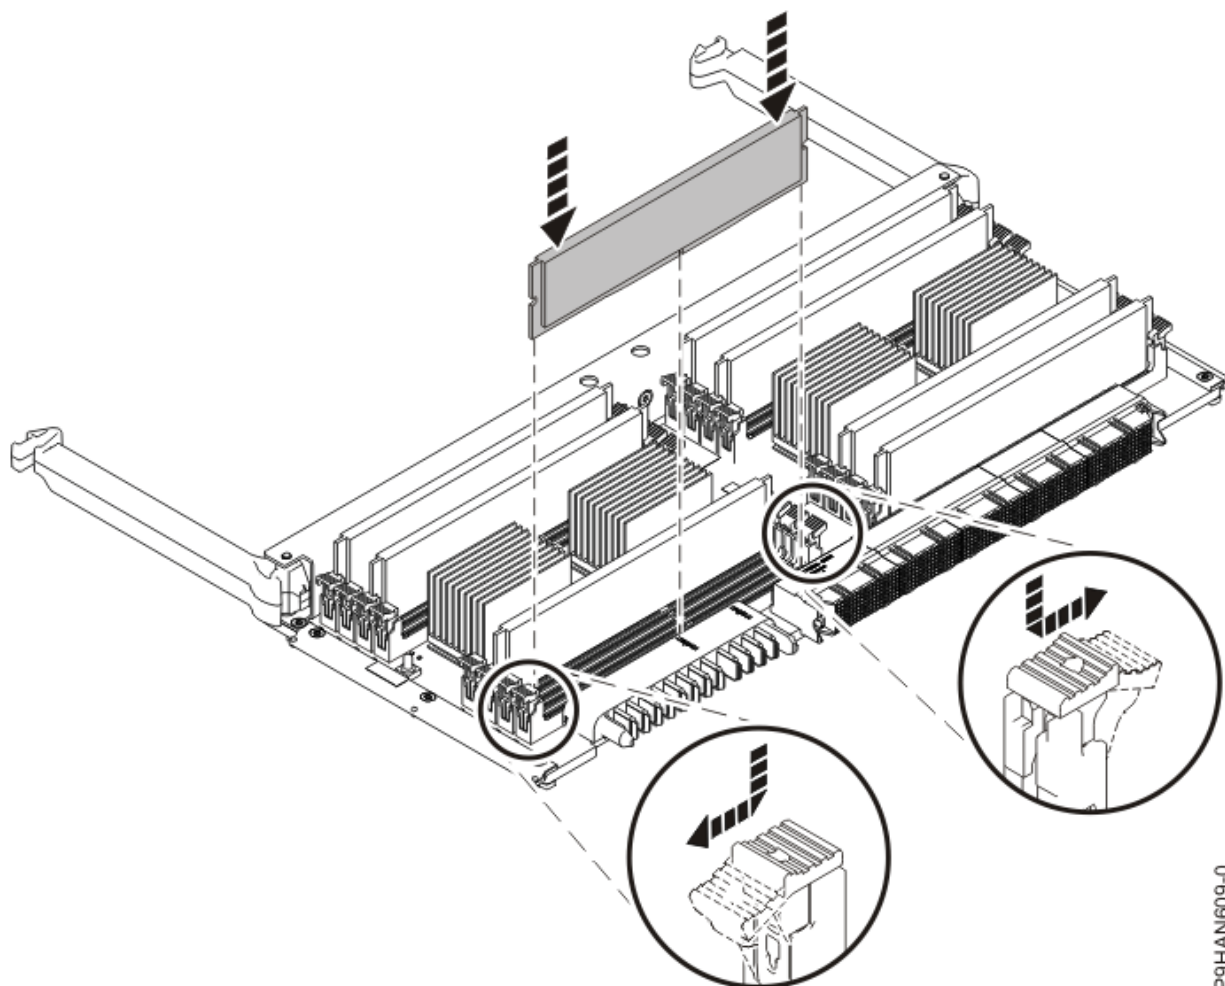

Figure 18. Remise en place d'un module de mémoire
4. Vérifiez que les languettes de verrouillage du module de mémoire sont ouvertes. Appuyez doucement sur le module de mémoire pour l'insérer dans l'emplacement jusqu'à ce que les languettes de verrouillage s'enclenchent. Voir Figure 18, à la page 26.